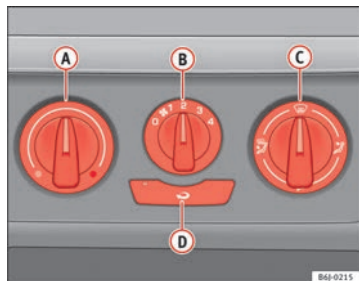

Fig. 100 Sur la planche de bord : éléments de commande du chauffage
- Tournez le régulateur de température **A** ⇒ fig. 100 vers la gauche.
- Tournez le régulateur de température **A** ⇒ fig. 100 vers la droite pour sélectionner la puissance de chauffage souhaitée.
- Tournez le régulateur de température **A** ⇒ fig. 100 vers la droite jusqu'à la puissance de chauffage maximum.
- Tournez le régulateur de température (A) → fig. 100 vers la zone de chauffage.
- Placez la commande de soufflante (B) sur l'une des vitesses 2-3.
- Fermez les diffuseurs (3).
- Ouvrez et orientez les diffuseurs (4) vers les fenêtres latérales.